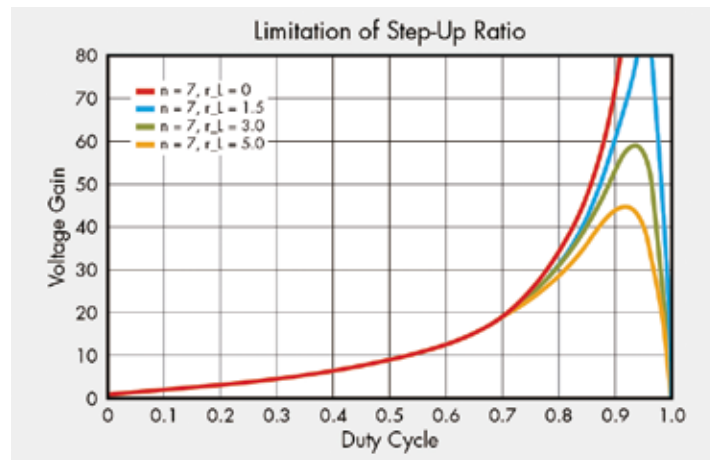

图5: 采用电感器的ESR的耦合电感式升压转换器的电压转换比
其中， R 为负载电阻， r_l 为初级端 ESR， r_l 为 n 与次级端 ESR r_2 之和，如图 3 所示。如等式 (7) 所示，下降系数会随着耦合电感器匝数比的增大而变得显著，从而获得高电压转换比。图 5 以图形方式显示了等式 (7)，其中以 $n=7$ 、 $R=5,500 \Omega$ 和 $r_l=1.5 \Omega$ 、 3.0Ω 以及 5.0Ω 作为示例。